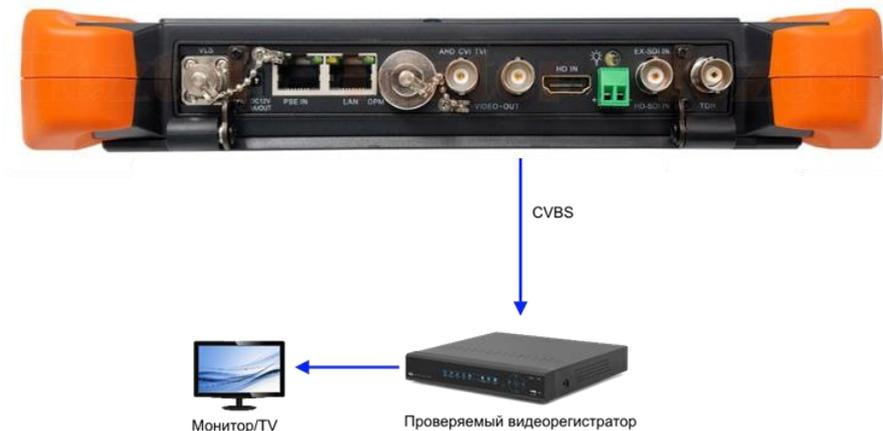

Рис. 14 Подключение тестера к проверяемому устройству в режиме генератора видеосигнала
- На видеовыход (разъем BNC с обозначением «CVBS OUT») выведен видеосигнал с CVBS генератора тестера. К нему (рис. 14) подключается монитор, передатчики аналогового сигнала, видеорегистратор и другое оборудование, которое необходимо проверить на работоспособность.